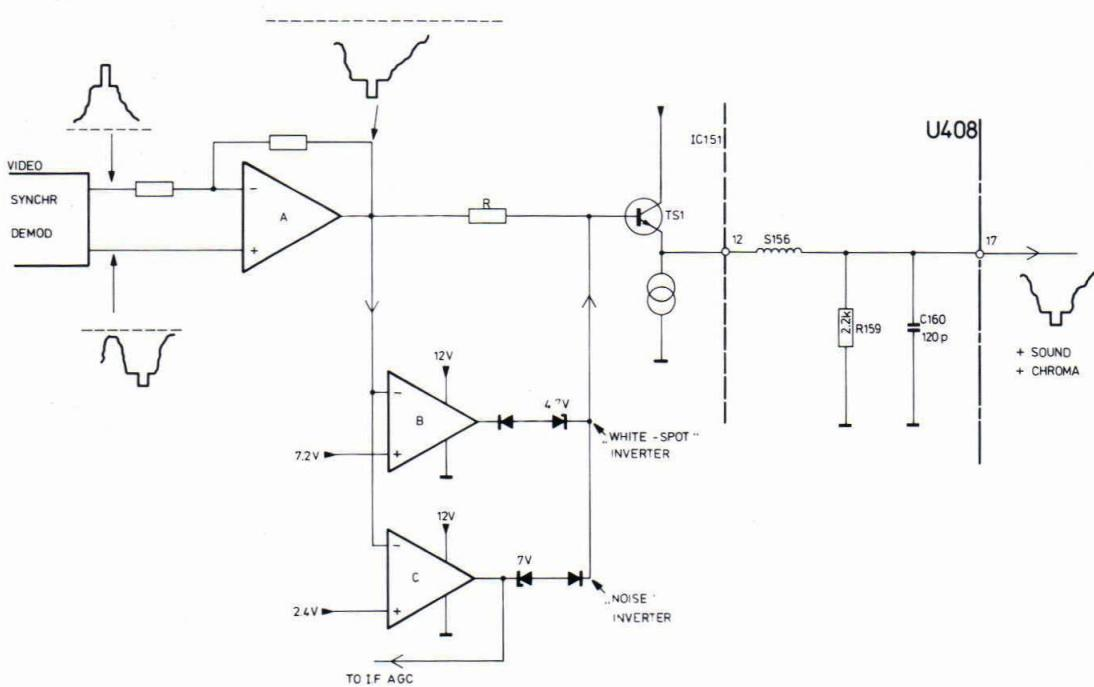

Fig. III-4
5. De video uitgang (Fig. III-4)